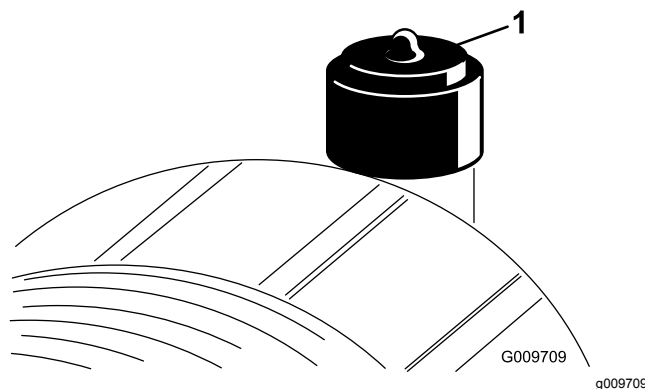

Figura 27
Effettuate la manutenzione del filtro dell'aria quando l'indicatore (Figura 27) lo richiede. Sostituendo il filtro dell'aria prima del necessario si aumenta il rischio che la morchia penetri nel motore quando si toglie il filtro.
6. Se la spia (Figura 27) è rossa, resettatela.